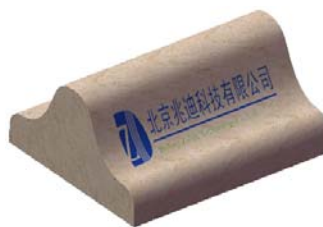

图 8.6.8 添加贴图后的模型
(4) 单击 **✓** 按钮, 完成贴图的添加, 添加贴图后的模型如图 8.6.8 所示。